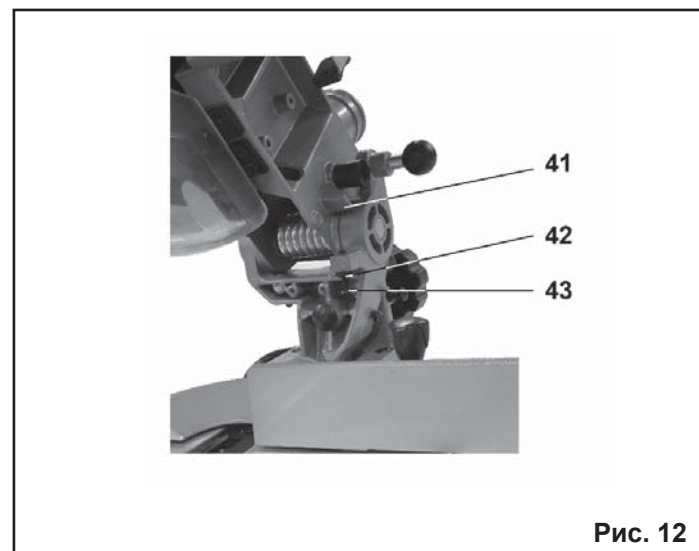

Рис. 12
11.4 Регулировка глубины пиления, Рис.12